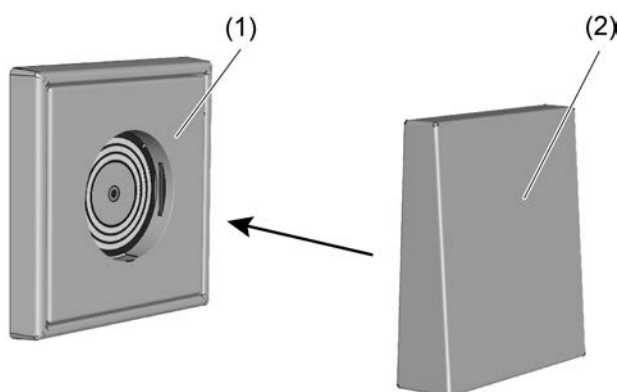

рисунок 1: Установка осветительной насадки
- Установите осветительную насадку (2) на смонтированную осветительную штепсельную розетку (1) (рисунок 1).